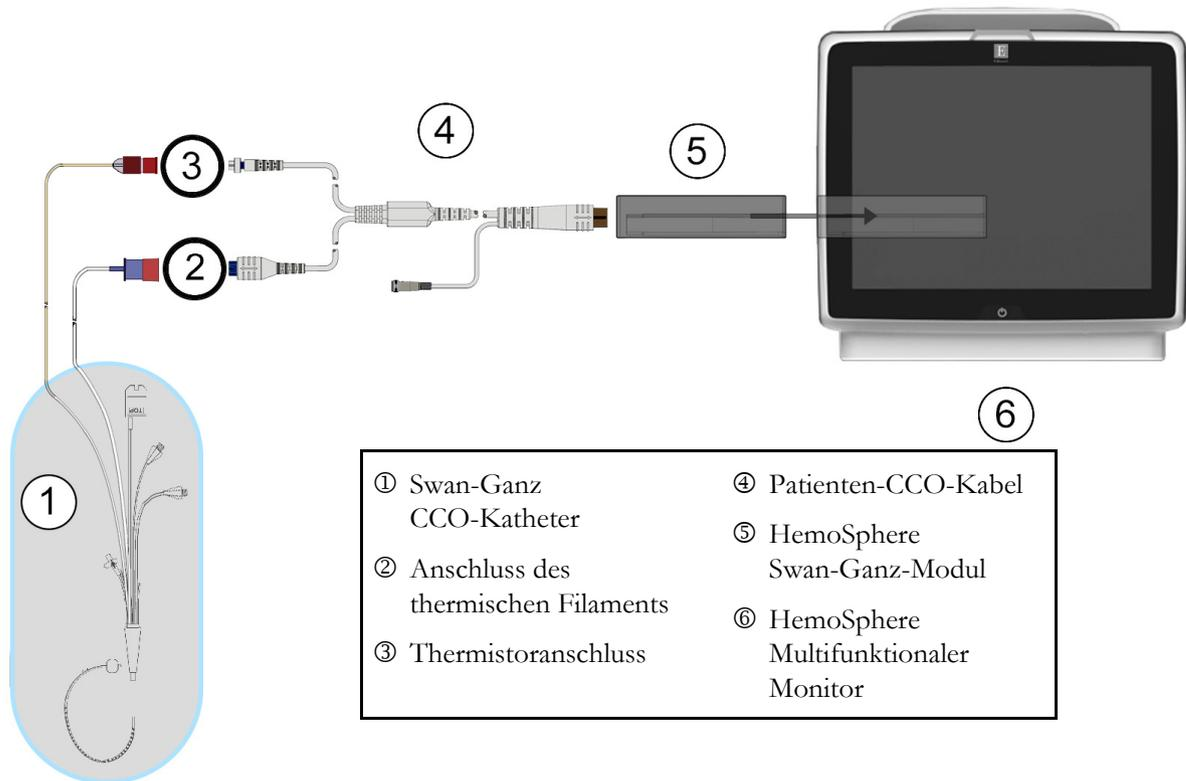

Abbildung 9-3 Übersicht der Anschlüsse für die CO-Überwachung
- 2 Schließen Sie das Katheterende des Patienten-CCO-Kabels an den Thermistoranschluss und die Anschlüsse des thermischen Filaments des Swan-Ganz CCO-Katheters an. Diese Anschlüsse sind in mit ② und ③ gekennzeichnet. Abbildung 9-3 auf Seite 131.